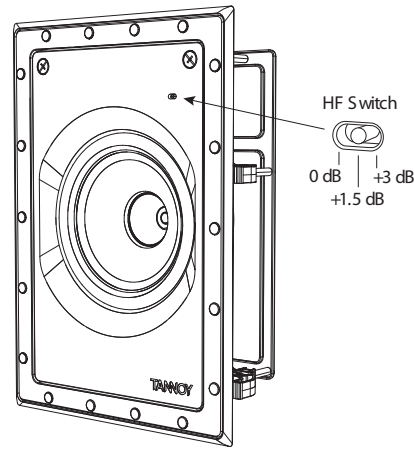

图 14. HF 开关位置
2. HF 开关具有三个位置，其中 0 dB 是平坦的。进行必要的调整以适合房间的位置和声学条件（图 14）。（在 QCI 6DC IW 上不可用）。